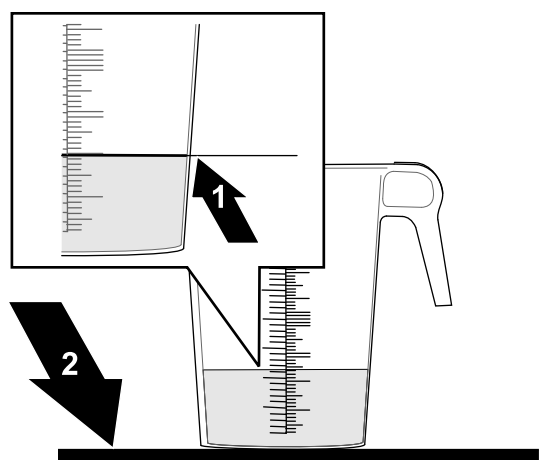

Рисунок 172
- Поставьте градуированную емкость на ровную горизонтальную поверхность, подождите, пока уровень жидкости не установится, и определите объем жидкости (Рисунок 172).